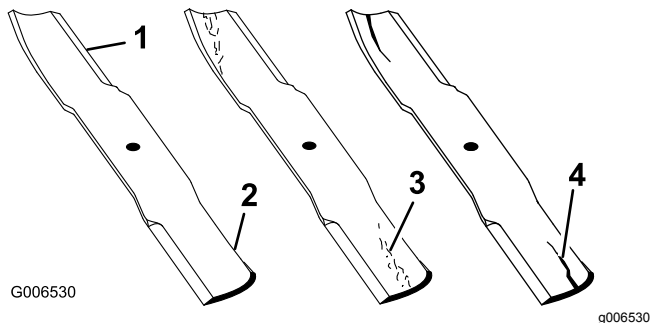

Figura 49
1. Inspeccione los filos de corte (Figura 49).
2. Inspeccione las cuchillas, especialmente la parte curva (Figura 49).
Nota: Si observa daños, desgaste o la formación de una ranura en esta zona (elemento 3 en la Figura 49), instale inmediatamente una cuchilla nueva.